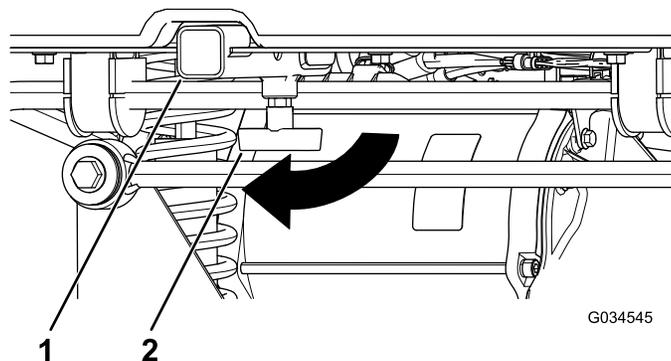

Рисунок 15
1. Ослабьте Т-образную рукоятку, повернув ее по часовой стрелке (Рисунок 15).
2. Вставьте вспомогательное приспособление в приемное устройство до совмещения отверстий (Рисунок 15).